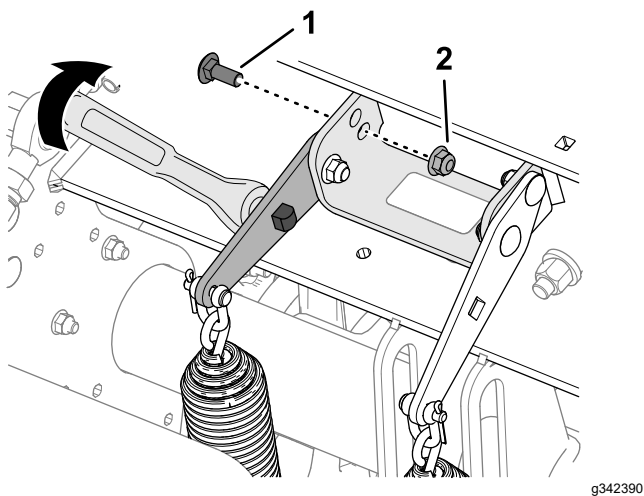

Рисунок 119
4. Вставьте ключ с храповым механизмом на ½ дюйма или монтировку в квадратное отверстие пластины натяжения пружины (Рисунок 119).